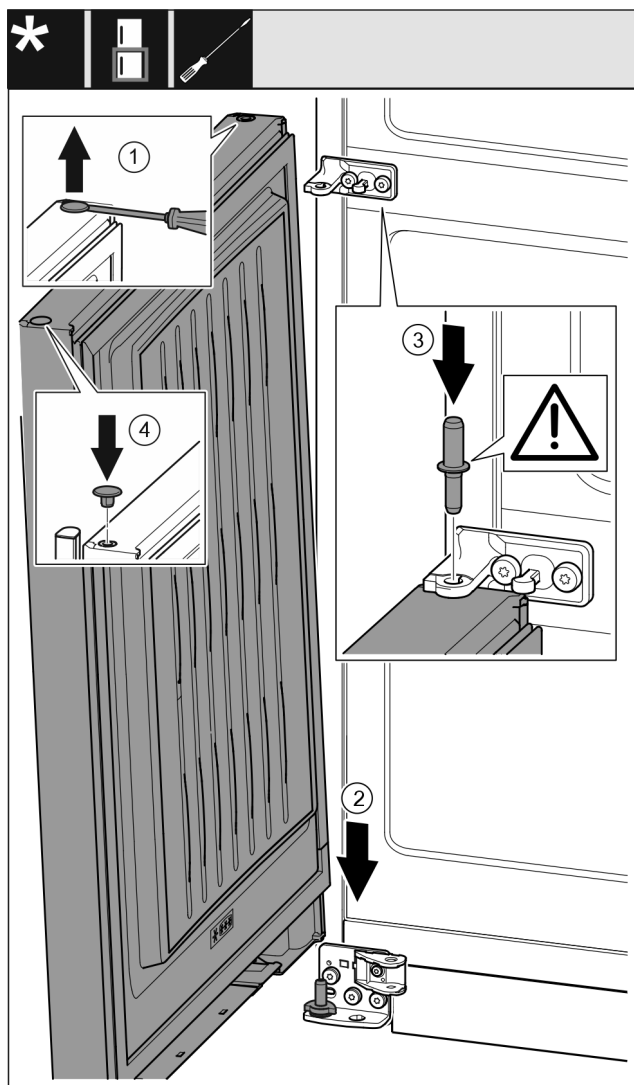

Fig. 37
- Ridicați cu precauție dopul Fig. 37 (1) cu o șurubelniță plată și extrageți-l.
- Așezați ușa Fig. 37 (2) de sus pe bolțul inferior de lagăr.
- Introduceți bolțul central de lagăr Fig. 37 (3) prin mijlocul suportului de lagăr în ușa inferioară. Aveți grijă aici ca respectiva camă de fixare să fie îndreptată către înapoi.
- Introduceți dopul Fig. 37 (4) pe partea opusă a ușii.